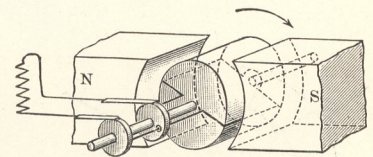

Fig. 345. Prinzip der Wechselstrommaschine.
b) Wechselstromgeneratoren. Es sei daran erinnert, daß jede Gleichstrommaschine zunächst Wechselstrom erzeugt, der erst durch den Stromwender (Kommutator) in Gleichstrom verwandelt wird. Führt man (Fig. 345) die Enden der Ankerwicklung zu zwei, voneinander isoliert auf der Welle befestigten Metallringen, so kann man von diesen den Wechselstrom mittels Bürsten abnehmen.